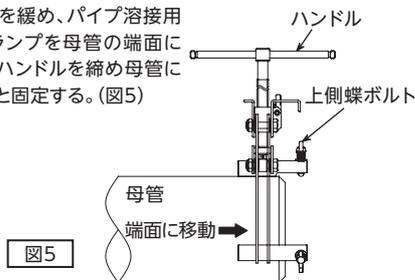

図5
- 5** ハンドルを緩め、パイプ溶接用外面クランプを母管の端面に移動し、ハンドルを締め込み母管にしっかりと固定する。(図5)